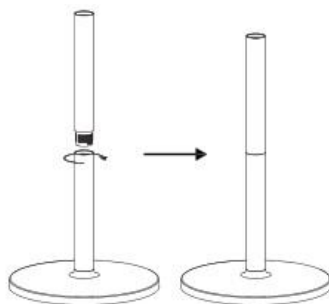

рис. 1
1. Соедините нижнюю трубку (6) с верхней трубкой (5) и скрутите их вместе, повернув до упора (рис. 1).